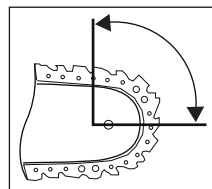

Fig. 1
- Un contact avec la pointe du rail peut dans certains cas entraîner une réaction inattendue vers l'arrière, durant laquelle le rail de guidage 23 est renvoyé brutalement vers le haut et en direction de l'utilisateur (voir fig. 1).